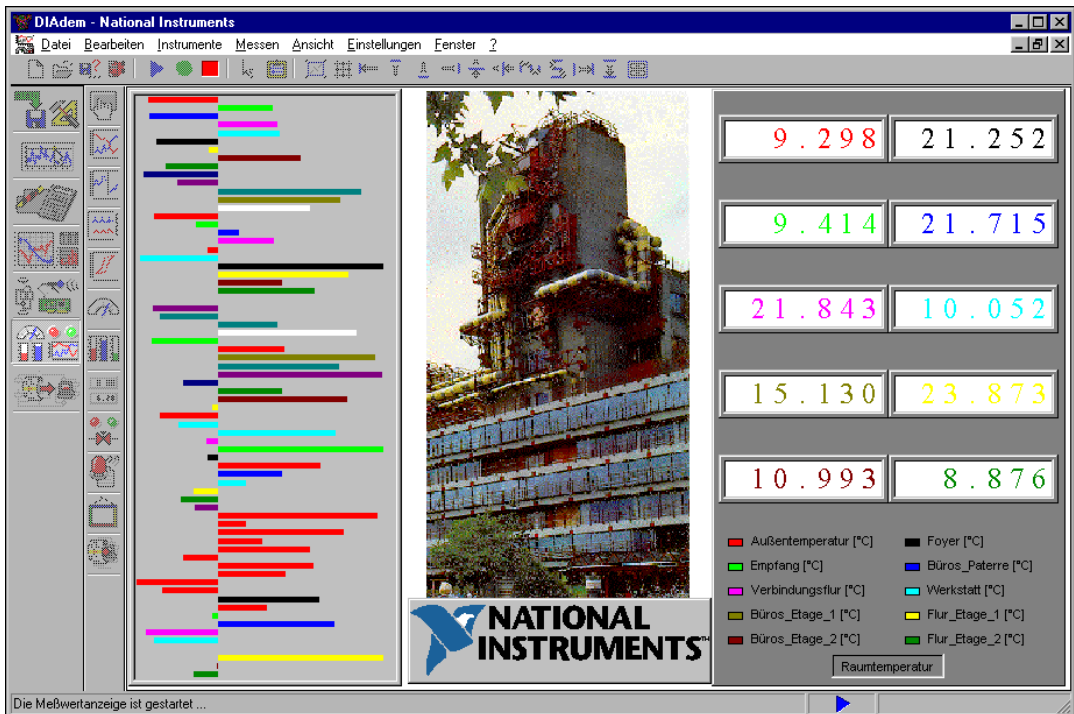

Abbildung 8-2. Visualisierung um eine Grafik erweitert.
4. Wenn Sie nun eine **Anzeige starten**, sehen Sie die Visualisierung in Abbildung 8-2.